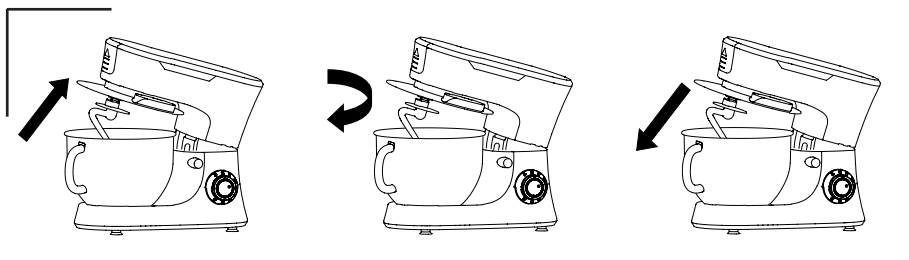

рисунок 2
*Снятие насадок (см. рисунок 2)*